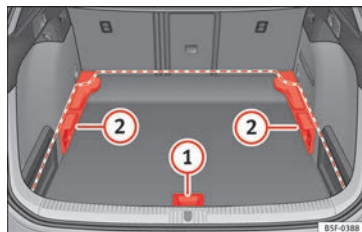
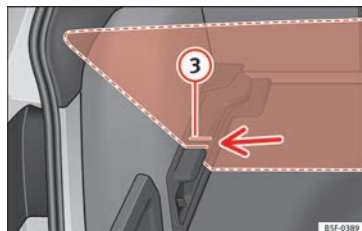

Fig. 158 Piano variabile del bagagliaio: posizioni.
Fig. 159 Piano variabile del bagagliaio: fessure inclinate.
- Sollevare il piano mediante la maniglia » » » **fig. 158 ①** e tirarlo all'indietro fino a quando la parte anteriore del piano sarà
- Sollevare il piano mediante la maniglia » fig. 158 ① e tirarlo all'indietro fino a quando la parte anteriore del piano sarà completamente fuoriuscita rispetto ai supporti ②.
- Far combaciare tale parte anteriore con le fessure inferiori dei supporti e lasciar scorrere il piano in avanti fino a farlo entrare in contatto con lo schienale dei sedili posteriori, abbassando allo stesso tempo il piano con la maniglia ①.
- Sollevare il piano con la maniglia » fig. 158 ① e spingerlo all'indietro fino a quando la parte posteriore del piano sarà fuoriuscita dalle fessure inclinate » fig. 159 ③.
- Far scorrere il piano in queste fessure aiutandosi con la maniglia ①, spingendo fino a
- Sollevare il piano variabile afferrandone la maniglia » fig. 158 ① e tirarlo leggermente indietro.
- Spingere il piano variabile verso i sedili posteriori ribattati con la maniglia ①, applicando una lieve pressione verso il basso affinché la parte mobile del piano raggiunga il livello degli schienali dei sedili posteriori.